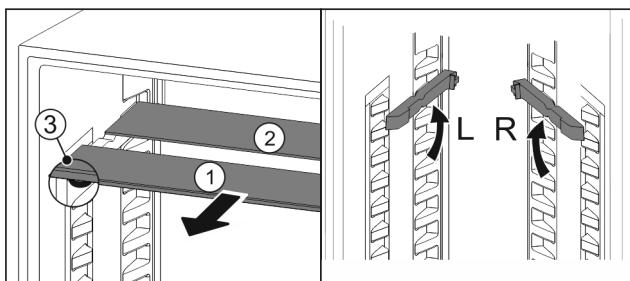

Fig. 80
- Extrageți Fig. 80 (1) pe rând plăcile de sticlă spre înainte.
- Placa de sticlă Fig. 80 (1) cu șipca decorativă se află în față.
- Opritoarele Fig. 80 (3) indică în jos.